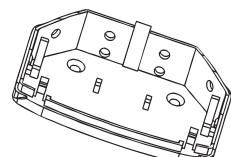

Рисунок 6
8.3 В зависимости от выбранного места установки извещателя определите с помощью каких граней основания будет осуществляться крепление и просверлите или выдавите отверстия для крепления и ввода проводов (рисунок 6). Введите провода через отверстие для ввода проводов. Оставьте несколько сантиметров провода для подключения к колодкам.